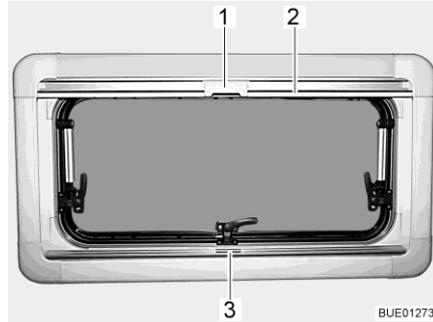

Fig. 75 Fenêtre projetante
- Saisir le dispositif occultant plissé par le centre de la barre-poignée (Fig. 75,3), le tirer du bas vers le haut et le relâcher à la hauteur voulue. Le dispositif occultant plissé reste alors à cette hauteur.
- Tirer la moustiquaire par la barre-poignée (Fig. 75,2) vers le bas jusqu'à ce qu'elle entre en contact avec celle du dispositif occultant plissé (Fig. 75,3).
- Verrouiller le cran (Fig. 75,1) de la moustiquaire avec la barre-poignée du dispositif occultant plissé.
- Presser le cran (Fig. 75,1) en haut de la moustiquaire vers l'arrière.
- Ramener lentement la moustiquaire en arrière au moyen de la barre-poignée (Fig. 75,2).